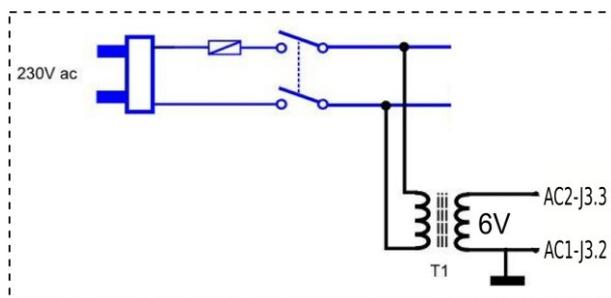

Figure 10
- Pour les postes non pourvus d'alimentation basse tension (chauffage des filaments en série, par exemple), l'alimentation du module sera réalisée avec un petit transformateur 6 Vac, comme illustré sur le schéma de la figure 10.